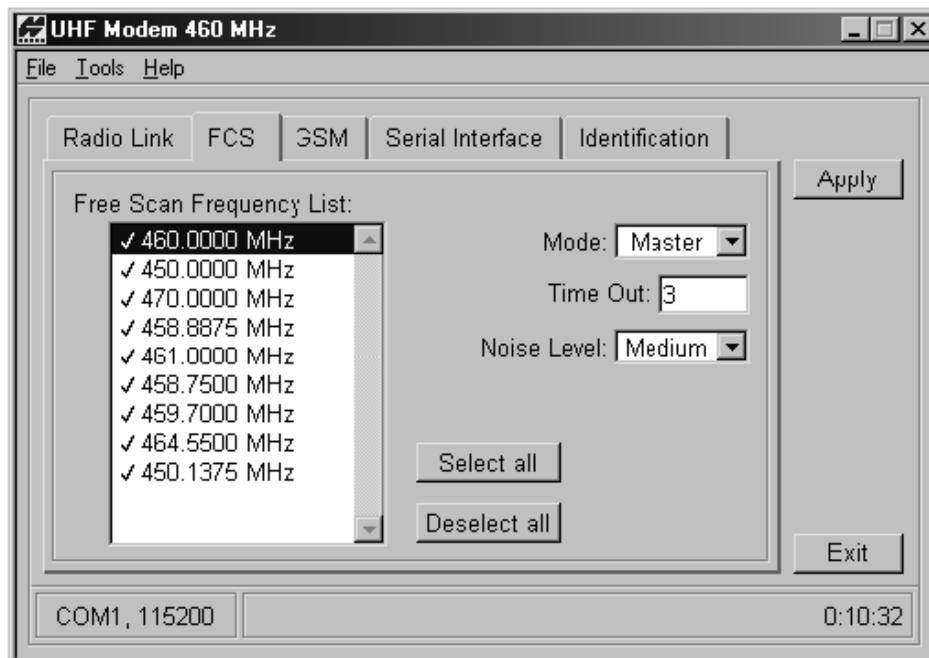

Рисунок 2-22. Выбор параметров FCS для базовой станции
2. На вкладке *FSC* установите перечисленные ниже параметры радиомодема базовой станции (см. рис. 2-22 на стр. 2-31):